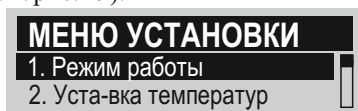

Рисунок. 19. Вид экрана «Меню установки»
7.3.12 Меню установки. Переход в режим меню установки осуществляется с помощью клавиши «≡:» (см. рис. 19).
В памяти прибора содержится семейство зависимостей температуры уставки теплоносителя, необходимой для поддержания постоянной комнатной температуры, от температуры уличного воздуха (см. рис. 19). Необходимо в соответствии с рис. 19 выбрать ту кривую, при которой в помещении станет комфортно. Наименование кривой номинально совпадает с температурой уставки, при которой в помещении комфортно при уличной температуре 0°C. Если в помещении холодно – следует выбрать кривую с большим номиналом, если жарко – с меньшим.